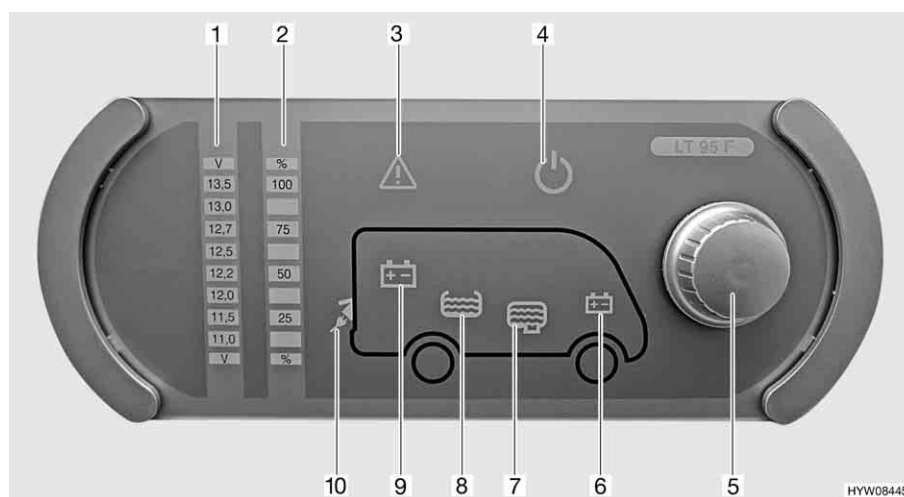

Fig. 93 Pannello di controllo (LT 95)
Il pulsante a rotazione (Fig. 93,5) inserisce o disinserisce il pannello di controllo e l'alimentazione a 12 V dell'abitacolo.
**Accensione:** ■ Premere il pulsante a rotazione (Fig. 93,5): L'alimentazione a 12 V dell'abitacolo è inserita. La spia di controllo a 12 V (Fig. 93,4) diventa verde.
**Spegnimento:** ■ Premere il pulsante a rotazione (Fig. 93,5): L'alimentazione a 12 V dell'abitacolo è disinserita. La spia di controllo a 12 V (Fig. 93,4) si spegne.
Mediante il pulsante a rotazione (Fig. 93,5) si possono interrogare sia la tensione della batteria dell'abitacolo che la tensione della batteria di avviamento. La tensione viene visualizzata sulla scala indicatore per la tensione della batteria (Fig. 93,1).
**Indicazione:** ■ Ruotare il pulsante a rotazione (Fig. 93,5), finché si accende il simbolo della batteria della quale deve essere interrogata la tensione.
|  | Viene indicata la tensione della batteria dell'abitacolo (Fig. 93,9) |
|  | Viene indicata la tensione della batteria di avviamento (Fig. 93,6)  |
- Leggere la tensione sulla scala indicatore della tensione della batteria (Fig. 93,1).
Mediante il pulsante a rotazione (Fig. 93,5) si possono interrogare sia il livello del serbatoio dell'acqua che il livello del serbatoio delle acque grigie. Il livello viene visualizzato sulla scala indicatore livello dei serbatoi (Fig. 93,2).
- Ruotare il pulsante a rotazione (Fig. 93,5), finché si accende il simbolo del serbatoio del quale deve essere interrogato il livello.
|  | Viene indicato il livello del serbatoio dell'acqua (Fig. 93,8)         |
|  | Viene indicato il livello del serbatoio delle acque grigie (Fig. 93,7) |
- Leggere il livello sulla scala indicatore del livello serbatoio (Fig. 93,2).
La spia luminosa Alarm (Fig. 93,3) lampeggia non appena i valori limite fissati vengono superati per eccesso o per difetto.
La spia luminosa Alarm (Fig. 93,3) lampeggia non appena la tensione della batteria scende al di sotto di 11 V. Se l'alimentazione a 12 V è accesa, si accende anche il relativo simbolo della batteria (Fig. 93,6 o 9), e l'indicatore "11,0" sulla scala indicatore della tensione della batteria (Fig. 93,1) lampeggia. Rischio di uno scaricamento totale della batteria.
La spia luminosa Alarm (Fig. 93,3) lampeggia ed il relativo simbolo del serbatoio (Fig. 93,7 o 8) si accende non appena il serbatoio dell'acqua è vuoto o il serbatoio delle acque grigie è pieno.
La spia di controllo a 230 V (Fig. 93,10) si accende quando all'ingresso della centralina elettrica è presente una tensione di rete.